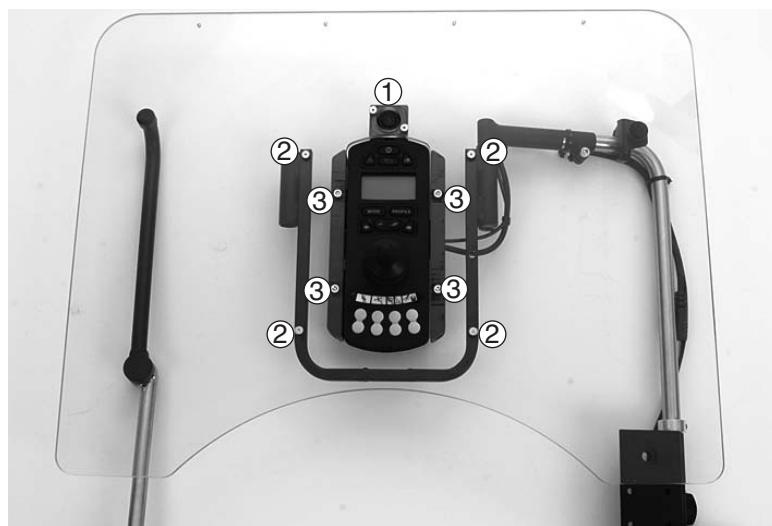

Bild 1. Översiktsbild
5. Borra ett Ø 3,6 mm hål 10 mm från knapphusets underkant och 10 mm från husets kant enligt *bild 1, pos. 1* och fixera kablaget med hjälp av kablagankare. Fixera även kablaget i bygeln med hjälp av kablageankare (*Bild 2*).